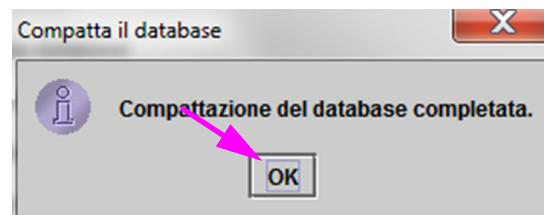
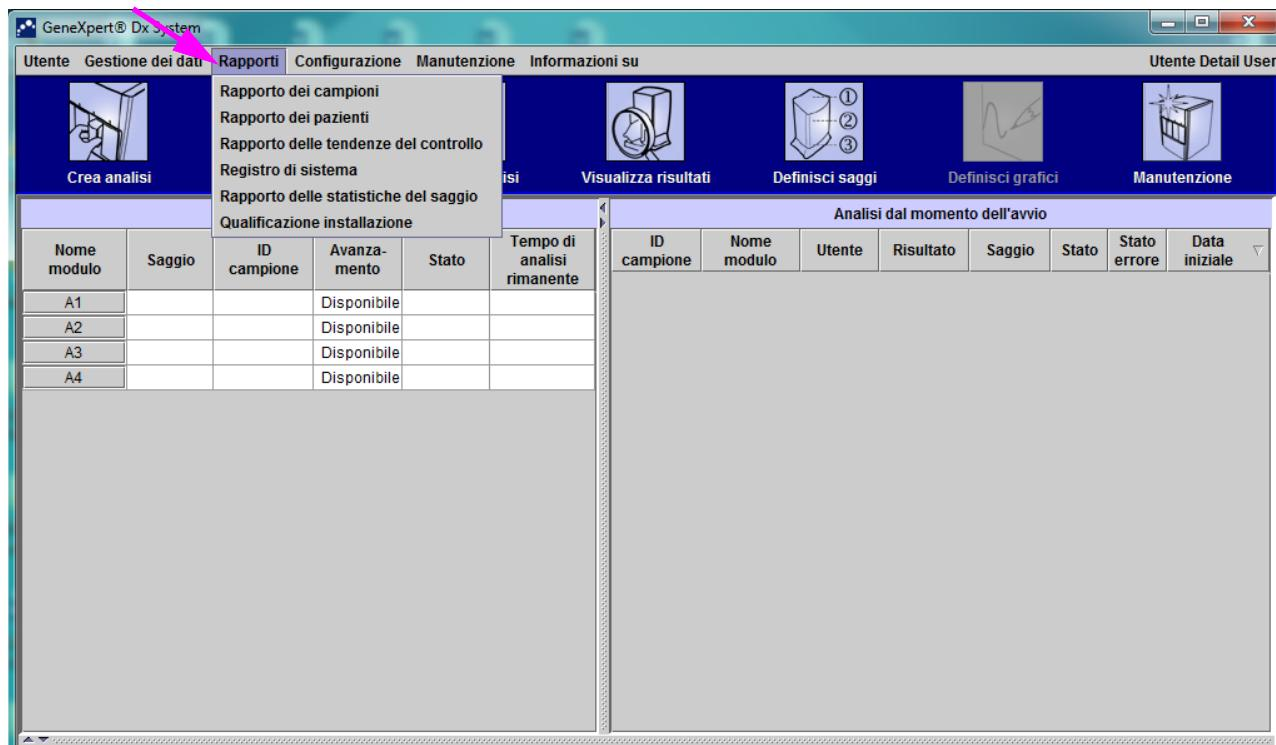

Figura 5-84. Finestra di dialogo di completamento della compattazione del database
Figura 5-85. Finestra GeneXpert Dx System, menu a discesa Rapporti
Il menu **Rapporti** (vedere la Figura 5-84) fornisce le seguenti opzioni di menu:
1. Nella finestra GeneXpert Dx System, fare clic su **Rapporto dei campioni** nel menu **Rapporti** (vedere la Figura 5-84). Verrà visualizzata la finestra di dialogo Rapporto dei campioni. Vedere la Figura 5-85.
- 1) Fare clic sul pulsante **Genera file rapporto** nell'area di lavoro Rapporto dei campioni (vedere la Figura 5-85) per creare il file PDF del rapporto del test. Viene visualizzata la finestra di dialogo Crea file rapporto, che permette di salvare il file in un percorso specificato. Dopo aver scelto il percorso specifico, fare clic su **Salva**.
1. Nella finestra GeneXpert Dx System, fare clic su **Rapporto dei pazienti** nel menu **Rapporti** (vedere la Figura 5-84). Verrà visualizzata la finestra di dialogo Rapporto dei pazienti. Vedere la Figura 5-87.